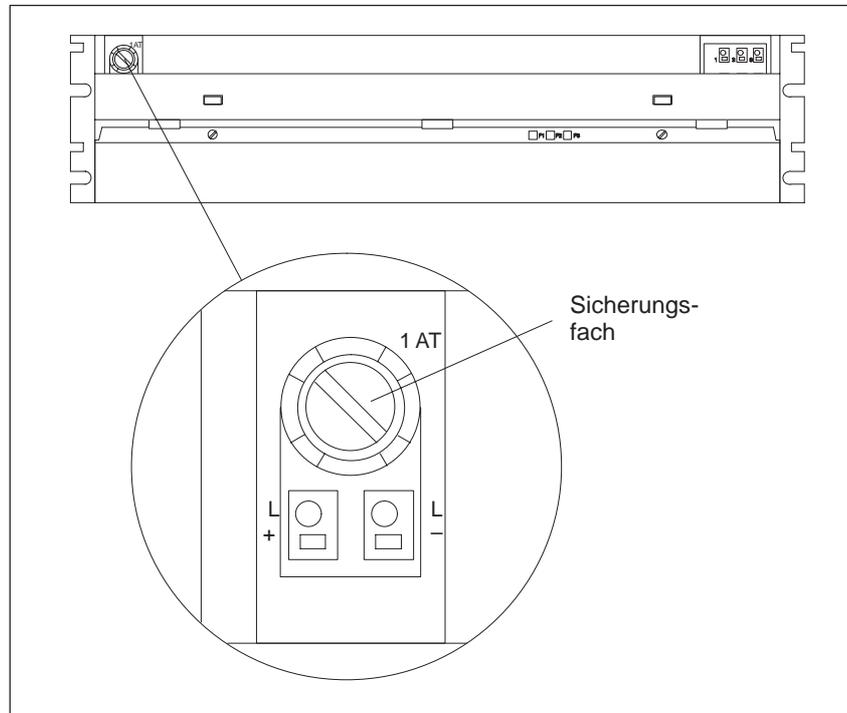

Bild 4-9 Frontansicht der Lüfterzeile
1. Drehen Sie mit einem Schraubendreher die Sicherungskappe heraus (Bild 4-9).